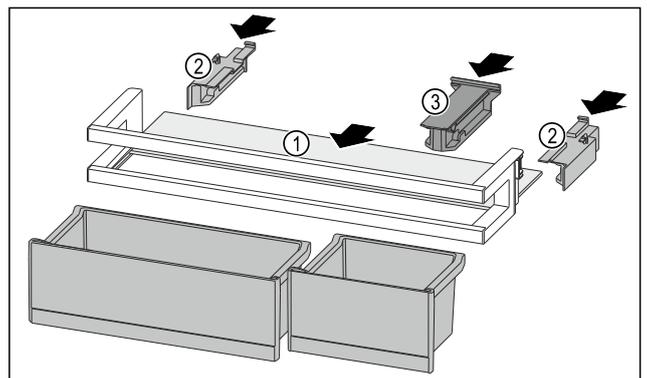

Fig. 122
- ▶ Посуньте полицю Fig. 122 (1) у бічні пази.
- ▶ Вставте бічні елементи Fig. 122 (2).
- ▶ Вставте кріпильний елемент Fig. 122 (3).